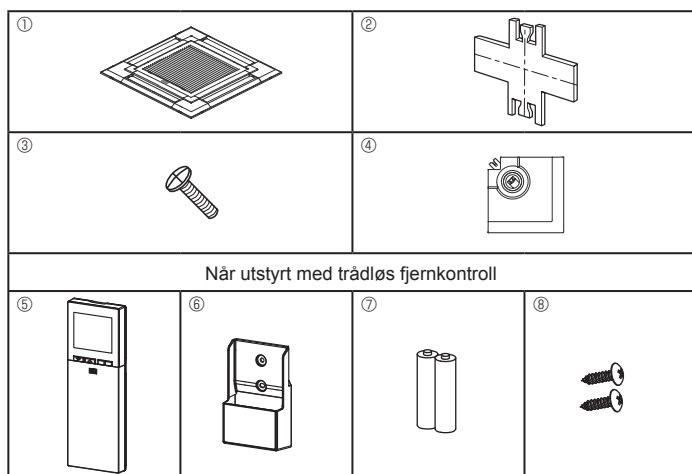

Fig. 9-1
9.1. Kontrollere innholdet (Fig. 9-1)